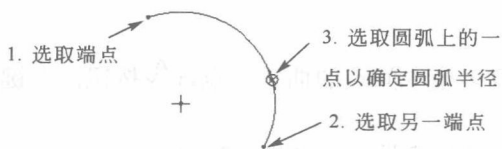

图 2-15 两点圆弧的绘制
(1) **两点圆弧的绘制** 点选按钮 , 鼠标左键选取圆弧两 endpoint，再选取圆弧上的一点以确定圆弧半径。如图 2-15 所示。